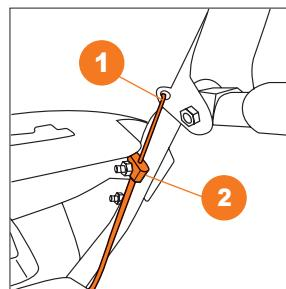

Рис. 11
- Зацепите правый тросик привода на шнеки 1 к правой ручке на панели оператора (Рис. 11).
- Закрепите фиксатор рубашки троса 2 к верхнему болту крепления панели оператора (Рис. 11).